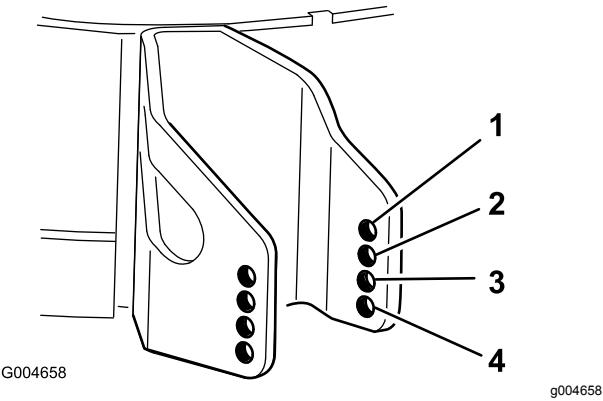

Figura 46
4. Seleccione el taladro que hará que el rodillo protector del césped esté lo más próximo posible a la altura de corte deseada (Figura 46).